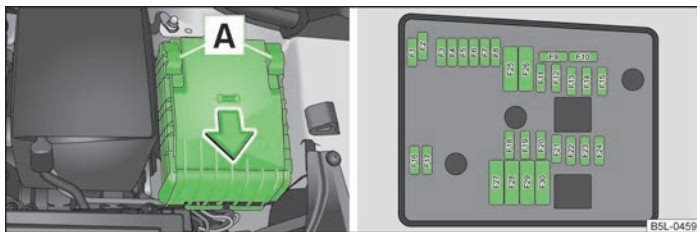

Fig. 166 Tapa de la caja de fusibles en el compartimento del motor/Representación esquemática de la caja de fusibles
- La tapa de la caja de fusibles se quita desplazando hacia adelante el estribo de seguridad **A** » fig. 166 hasta el tope. Detrás del estribo será visible el símbolo . Quitar ahora la tapa.